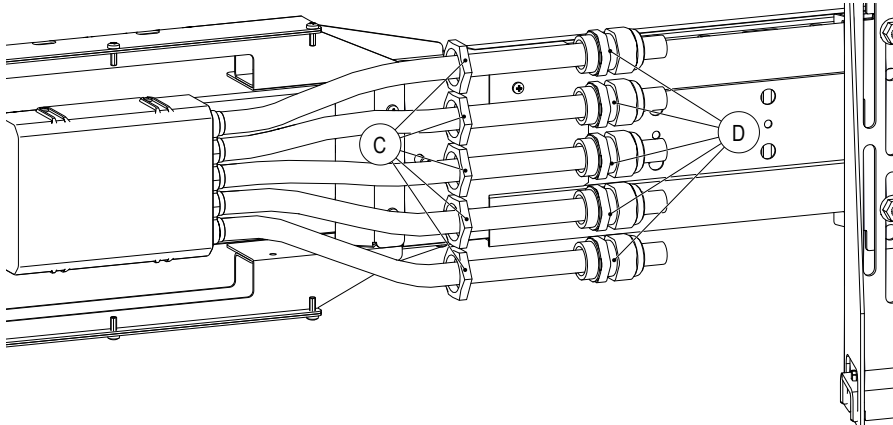

Abb. 67: Gegenmuttern (C) und Verschraubungen (D) auf die Anschlussleitungen schieben
2. Die hintere Sechskantmutter des Fixpunktes (A) mit einem Gabelschlüssel SW 10 lösen. Den Federring (B) und die Sechskantmutter (A) abnehmen und für die spätere Montage des Zugentlastungsblech gut aufheben (siehe Abb. 67).